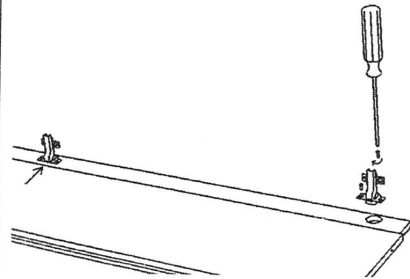

Fig. 5
7. Se prinde cele 2 balamale cu holzsuruburi 3,5x16. Se aseaza ca in Fig. 5 si se vor prinde de Perete cu holzsuruburi 3,5x16. (Reglajul usii se face cu ajutorul celor 2 suruburi / se insurubeaza sau desurubeaza , dupa caz, pana cand lse regleaza luft-ul.)